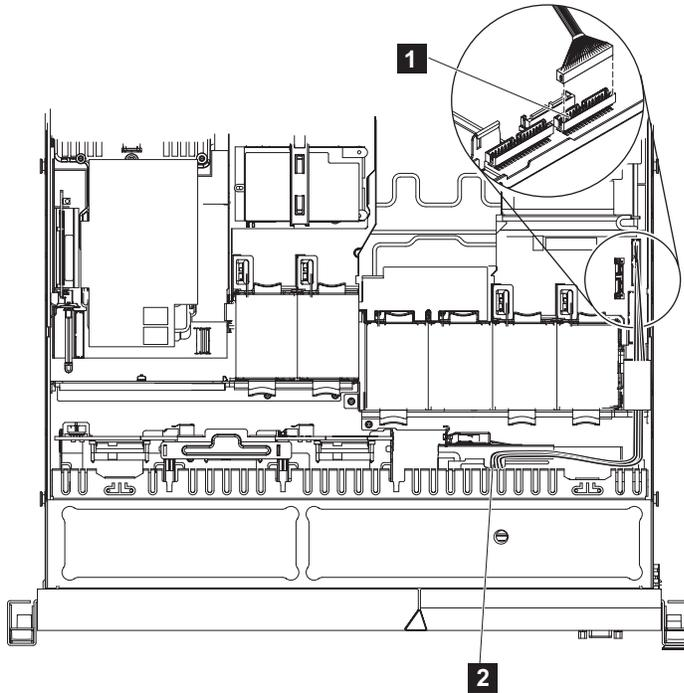

図 230. SAN ボリューム・コントローラー 2145-CG8 または 2145-CF8 オペレーター情報パネル・ケーブルの切り離し
3. 271 ページの図 230 に示すように、ノードの右側のビデオ/USB ケーブル・コネクタの上のコネクタからケーブルを切り離します。